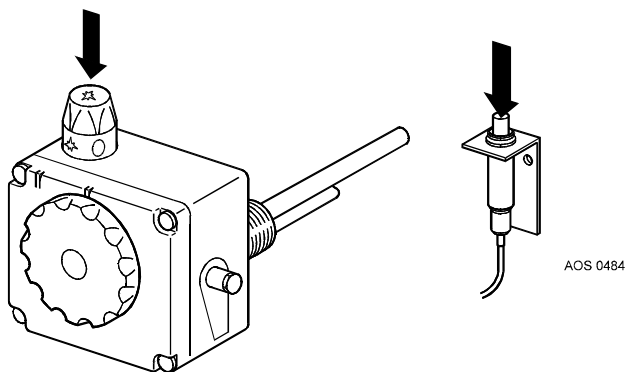

Figure 6 - Maniement du bloc gaz
4. Tenez enfoncé le bouton de commande pendant que vous enfoncez plusieurs fois l'allumeur piézométrique jusqu'à ce que la veilleuse s'allume (fig.6)